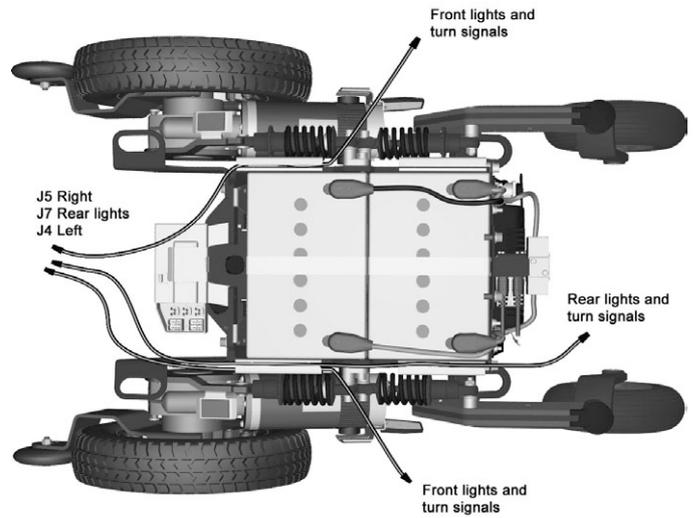

Abbildung 122. Beleuchtungskabel
7. Beleuchtungsverkabelung von den Kabelschienen an der linken und rechten Fahrgestellseite abmontieren. Siehe Abbildung. 122.